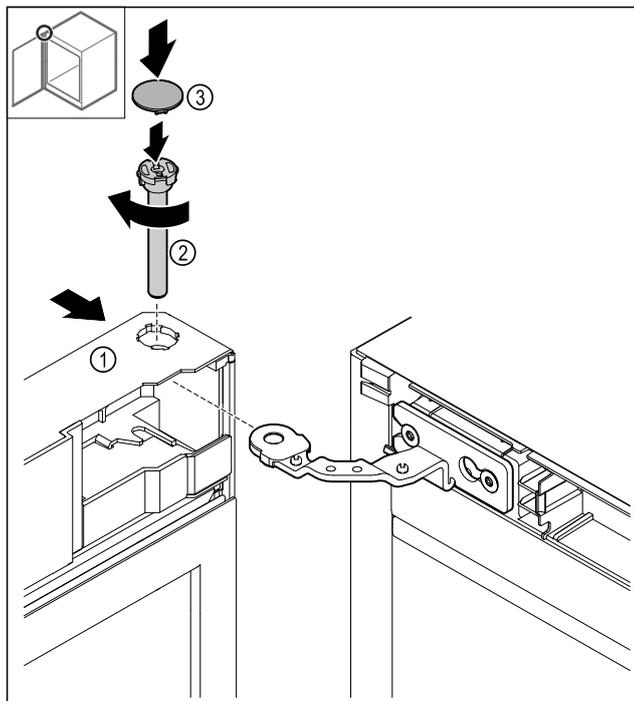

Fig. 44
- ▶ Spingere la porta Fig. 44 (1) in alto sulla cerniera.
- ▶ Inserire i bulloni e Fig. 44 (2) fissarli ruotandoli in senso orario.
- ▶ Applicare la copertura Fig. 44 (4).